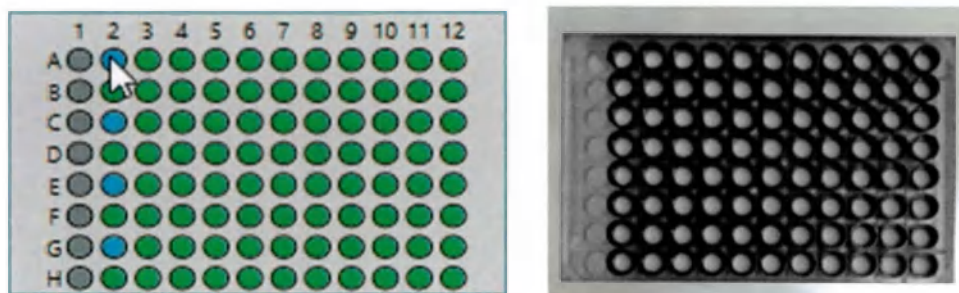

Рис. 27. Выбор начального положения концевиков: слева – фрагмент виртуального рабочего стола, справа – изображение штатива на рабочей поверхности.
6.5.2.2. В главном окне программы выберите начальное положение наконечников, для этого кликните левой кнопкой мыши по соответствующей позиции наконечника в штативе на виртуальном рабочем столе (Рис. 27). Выбирайте штатив, дальний от оператора, выбирайте левую верхнюю позицию (если смотреть на штатив сверху), в которой есть наконечники. В нижней части экрана появится надпись «Позиция наконечников установлена».